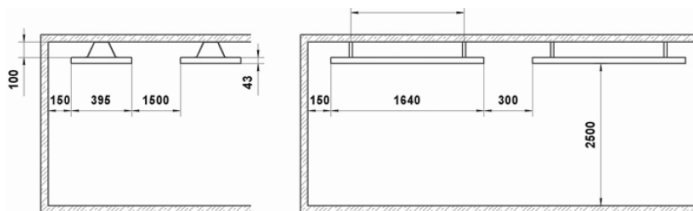

Рис.3
4. В соответствии с рис. 3 и таблицами 3 определите место установки обогревателя на потолке или потолочных конструкциях с соблюдением минимальных расстояний от предметов и минимального расстояния от пола.
3. В соответствии с рис. 3 и таблицами 3 определите место установки обогревателя на потолке или потолочных конструкциях с соблюдением минимальных расстояний от предметов и минимального расстояния от пола.